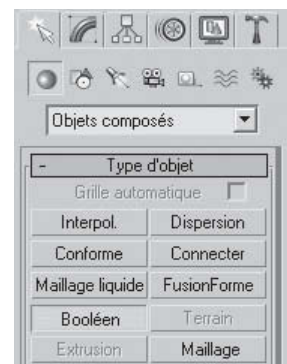

Fig.2.63
- ▶ A partir du Panneau Créer : Bouton Géométrie > Liste déroulante **Objets composés** > **Fonction Booléen** dans le Panneau déroulant **Type d'objet** (fig.2.63)